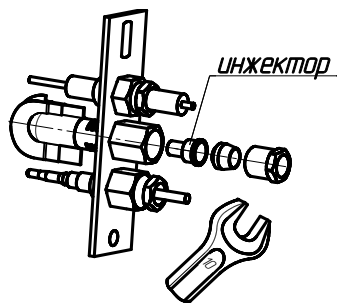

Рис.7. Замена инжектора пилотной горелки
- пилотная горелка - заменить инжектор (Рис.7) для природного газа (2отв. Ø0,29мм), на инжектор для сжиженного газа (1отв. Ø0,24мм);